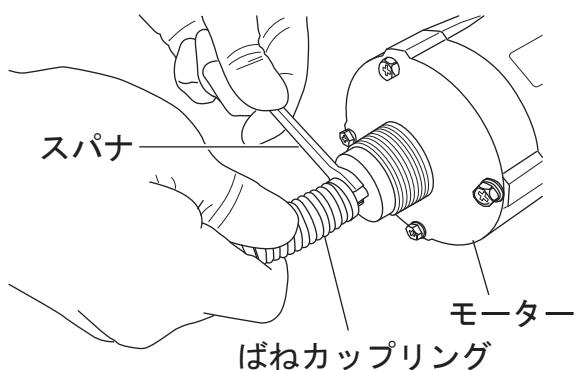

図4
- モーターにねじ固定されているばねカップリングを外す。(図4)
- モーターにばねカップリングを固定する。(図4)